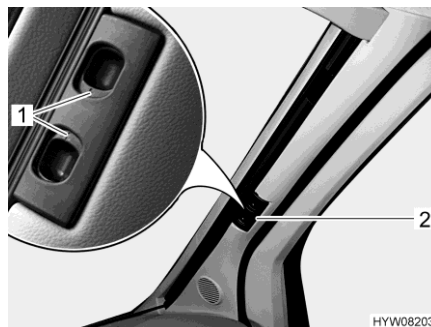

Fig. 101 Estor plegable (luna delantera)
- Presionar los tiradores de desbloqueo (Fig. 101,1) y mantenerlos presionados.
- Tirar el estor plegable para la luna delantera del tirador (Fig. 101,2) hacia el centro de la ventana.
- Empujar ambas mitades del estor plegable para la luna delantera en el tirador (Fig. 101,2) hacia afuera, hasta el tope. Al hacerlo, subir el tirador a la altura de la escotadura de bloqueo.
- Soltar los tiradores de desbloqueo (Fig. 101,1) y dejar que engatillen.